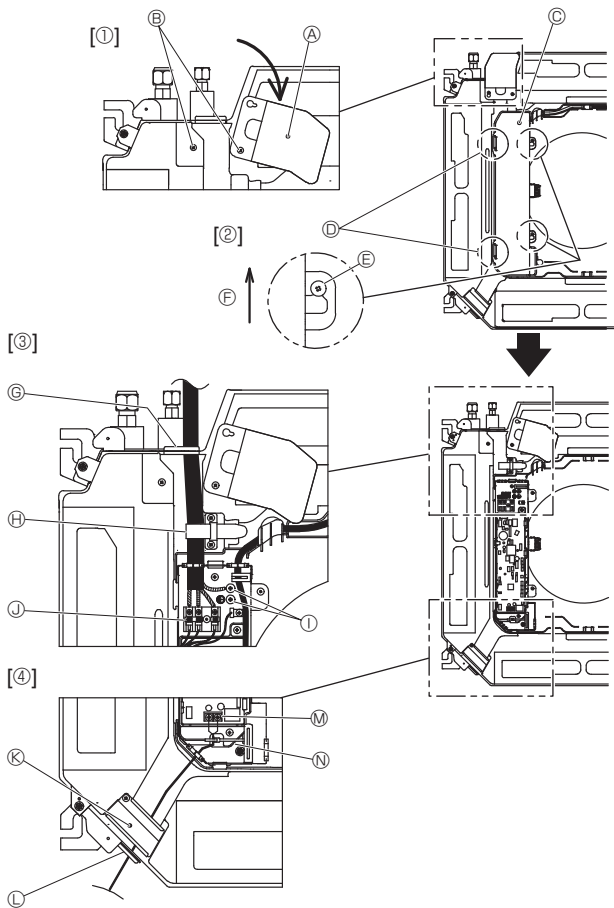
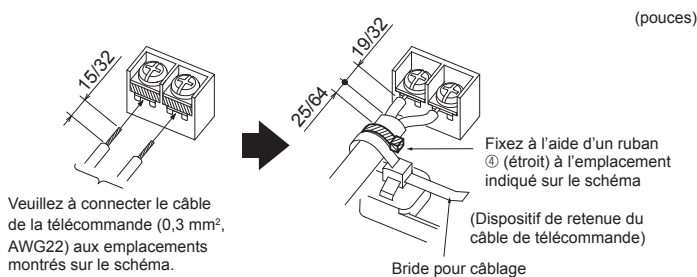

Fig. 6-1
Fig. 6-3
6.1. Appareil intérieur (Fig. 6-1)
- Dessersez les deux vis de fixation du panneau de service du câblage électrique et faites tourner le panneau. [Fig. 6-1 ①]
- Desserrez les deux vis de fixation du couvercle du boîtier électrique et faites glisser le couvercle. [Fig. 6-1 ②]
- Faites passer le câble d'alimentation, le câble de raccordement des appareils intérieur/extérieur et le câble de mise à la terre par les entrées de fils indiquées sur le diagramme. [Fig. 6-1 ③]
- Faites passer le câble de télécommande via les entrées de fils indiquées sur le diagramme et raccordez-le. [Fig. 6-1 ④, Fig. 6-3]